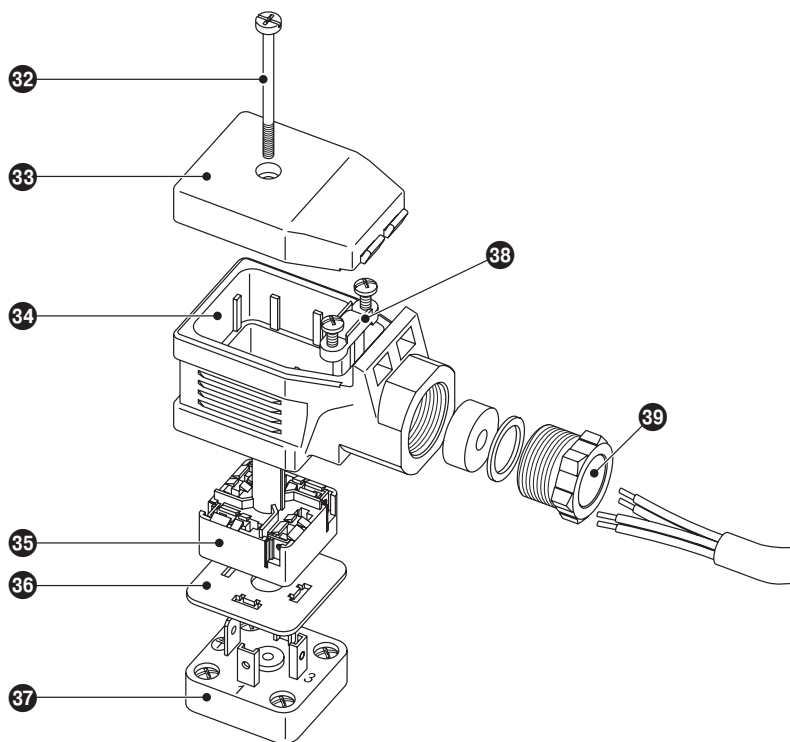

Fig. 23
1. Schraube 32 lösen. **Fig. 23**
1. Schraube ② lösen. **Fig. 23**
2. Steckeroberteil ④ von der Niveauelektrode abziehen.